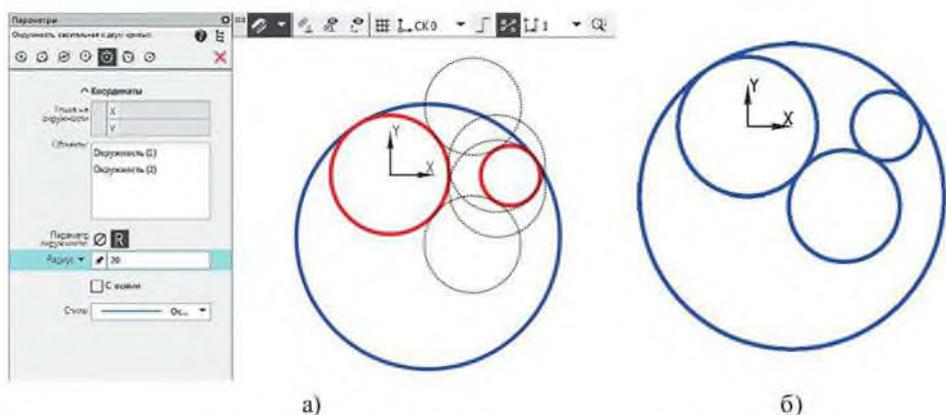

Рисунок 4.12 Выбор фантомов при опции *Окружность, касательная к двум кривым*
5) Удерживая ЛК мыши команду *Окружность*, в *Панели расширенных команд* выбрать *Окружность, касательная к двум кривым*. В *Панели свойств* в ячейке *Радиус* ввести значение 20 (мм). На запрос системы: «Укажите первую кривую для построения касательной окружности» – кликнуть ЛК мыши на первой окружности. На запрос системы: «Укажите вторую кривую для построения касательной окружности» – кликнуть ЛК мыши на второй окружности. Система предложит для выбора все возможные варианты касательных (рисунок 4.12 а), нужно выбрать требуемый. Результат выбора касательных изображен на рисунке 4.12 б).